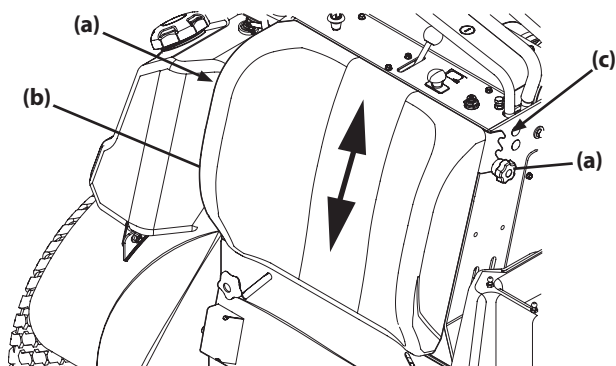

Figure 6
1. Desserrez les deux boutons en étoile (a) qui fixent le repose-jambes (b) à la tondeuse (Figure 6 à la page 44).
3. Repositionnez le repose-jambes dans l'une des trois positions de hauteur (c) (Figure 6 à la page 44).